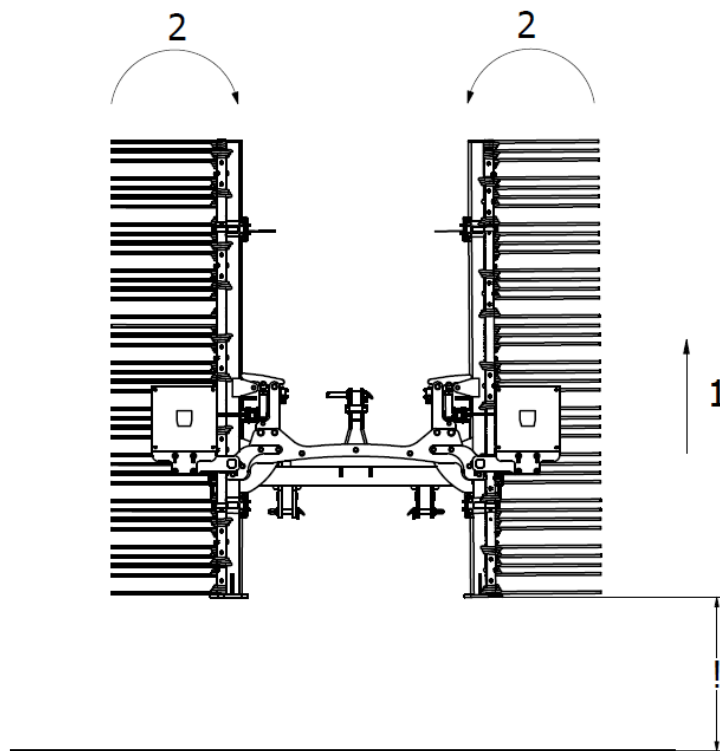

Abb. 10 Reihenfolge der Öffnung der Maschine: 1 - die Maschine bis zum Maximum anheben, 2 - die Flügel der Maschine in die „geschlossene“ Position klappen.
1. Zunächst muss die Maschine so weit wie möglich angehoben werden, damit sie korrekt zusammengeklappt werden kann und die Klapparme während der Bewegung nicht am Boden hängen bleiben (Abb. 10).
2. Im nächsten Schritt werden die Flügel der Maschine hydraulisch in die „geschlossene“ Position geklappt, um sicherzustellen, dass der Flügelverriegelungsmechanismus entriegelt wird und die Arme der Maschine zu einem späteren Zeitpunkt geöffnet werden können. Dieser Vorgang ist jedes Mal erforderlich, wenn die Arme geöffnet werden (Abb. 10).